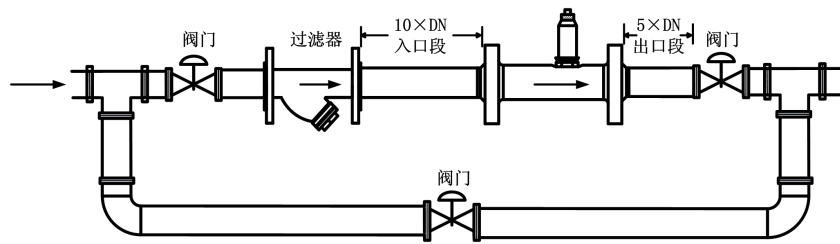

图 4-7 安装场所示意图
- 水平安装传感器要求管道不应有目测可察觉的倾斜（一般在 5° 以内），垂直安装传感器管道垂直度偏差亦应小于 5° 。在不能停流的场所，应装旁通管和可靠的截止阀（见图 4-7），测量时要确保旁通管无泄漏。